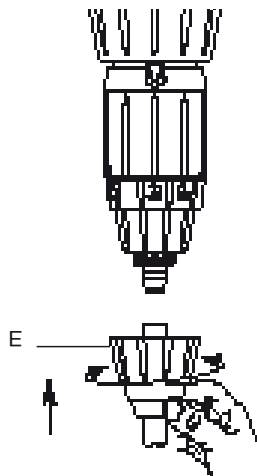

Fig. 8
- Desenroscar a porca (Fig. 8-E) situada por baixo do conjunto de dosagem e enfiar o tubo de aspiração através desta.